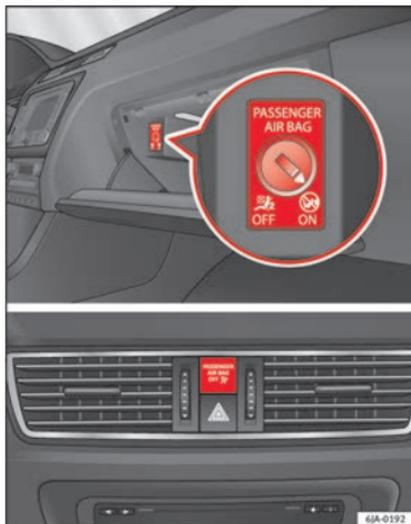

Fig. 81 Commutatore dell'airbag frontale del passeggero anteriore/spia di disattivazione dell'airbag del passeggero anteriore.
- l'airbag scollegato è segnalato dalla spia **OFF**  che si illumina con la scritta **PASSENGER AIR BAG OFF**  posta sulla parte centrale del cruscotto » **fig. 81** » pag. 75.
- l'airbag disattivato viene segnalato mediante la spia **OFF**  che si illumina sulla scritta **PASSENGER AIR BAG OFF**  che si trova nella parte centrale del cruscotto » **fig. 81** ③.
- Introdurre l'ingegno della chiave nella fessura dell'interruttore di disattivazione dell'airbag lato passeggero » **fig. 81**. L'ingegno deve entrare fino ai 3/4 circa della propria lunghezza, fino ad arrivare in fondo.